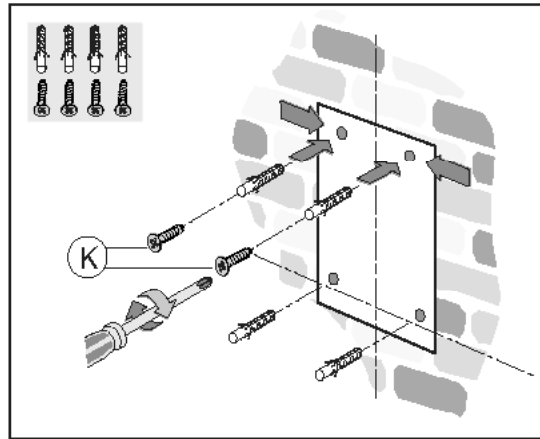

Fig.3
- Отметьте и просверлите крепежные отверстия (рис. 3).
- Вставьте 2 верхних шурупа **K**, не заворачивая их до упора, и расширительные вкладыши (рис. 3).